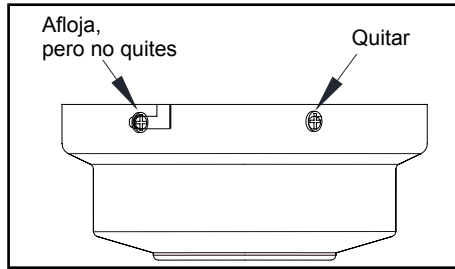

Figura 6
2. Retira el soporte de montaje de la cubierta aflojando los cuatro tornillos en la parte superior de ella. Quitá los dos tornillos sin ranura y afloja los tornillos ranurados. Esto te permitirá retirar el soporte de montaje (Figura 6)